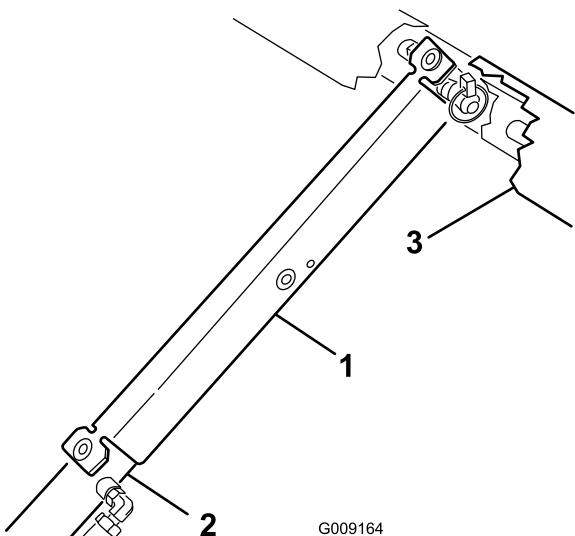

Figure 33
3. Poussez la béquille de sécurité sur la tige du vérin et appuyez bien les languettes d'extrémités contre l'extrémité du corps du vérin et l'extrémité de la tige du vérin (Figure 33).